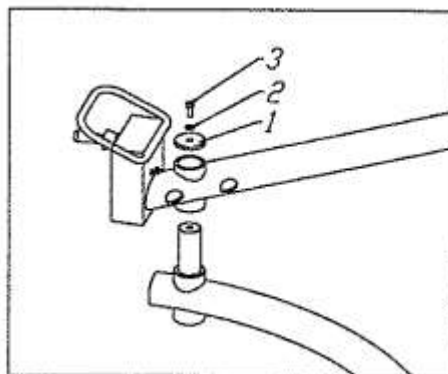
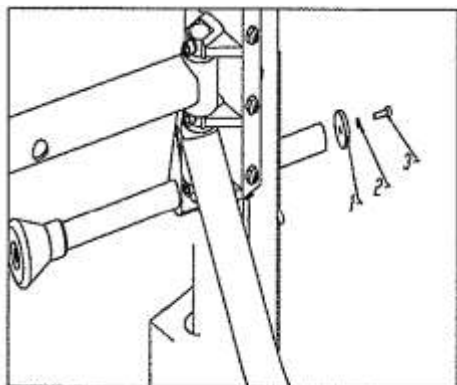

図5-4
図5-5
(4) タイヤプレスアームの設置
ワッシャー (1) スプリングワッシャー (2) ねじ (3) を取り外しタイヤプレスアームを取り付けて締めてください (図5-4)
(5) タイヤプレスローラーのメインシャフトの設置
ワッシャー (1) スプリングワッシャー (2) ねじ (3) をタイヤプレスローラーのメインシャフトから取り外し、スライドの中の穴を通してタイヤプレスローラーのメインシャフトを取り付けて締めてください。(図5-5)